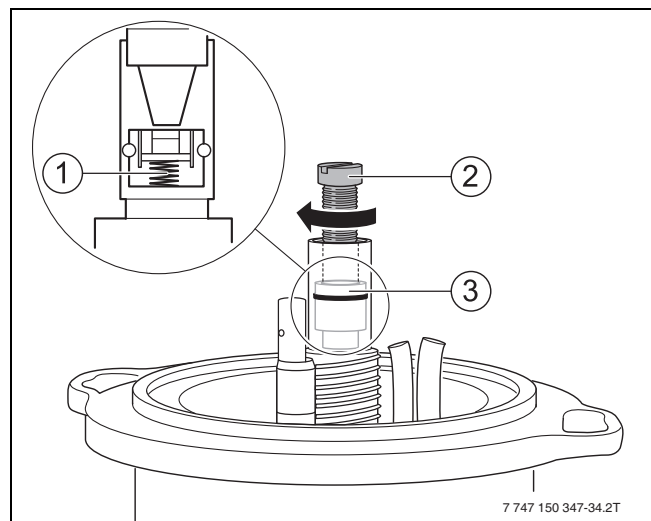

Bild 66 Abschlussventil austauschen
- ▶ Schraube M5 x 50 (→ Bild 66, [2]) einschrauben.
- ▶ Abschlussventil herausziehen (→ Bild 66, [3]).